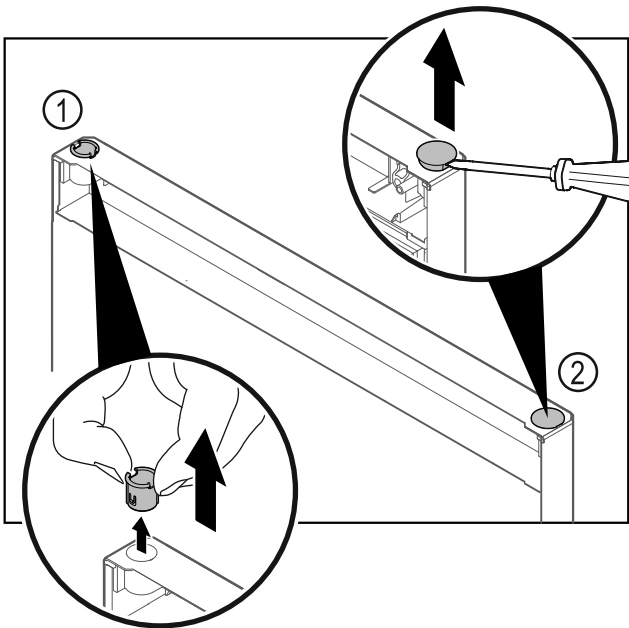

Fig. 22 Puerta del compartimiento frigorífico
- ▶ Extraer el casquillo de bisagra Fig. 22 (1) con los dedos.
- ▶ Levantar cuidadosamente el tapón Fig. 22 (2) con un destornillador para tornillos de cabeza ranurada y extraerlo.